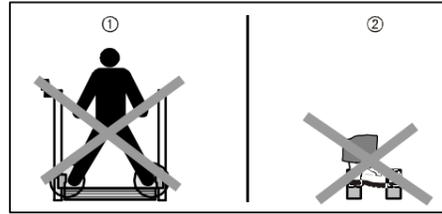

Fig. 2 : Disposition des capteurs d'inhibition
4. Les capteurs d'inhibition doivent être disposés de telle manière que l'inhibition ne puisse pas être déclenchée involontairement par une personne (voir fig. 2).